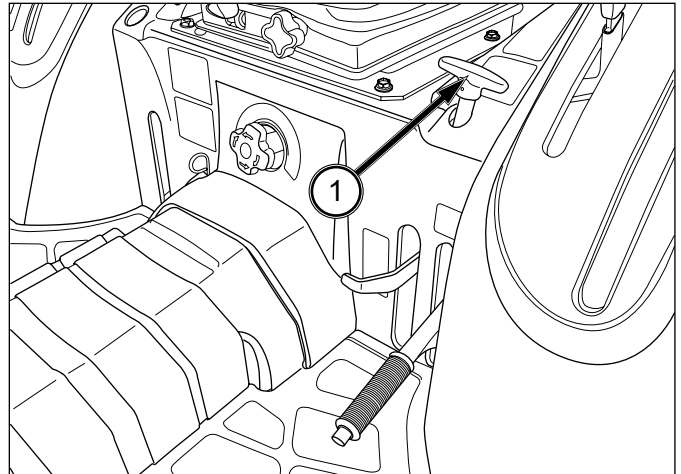

FIG. 4-21
FIG. 4-21: Le levier 4WD (1) engage ou débraye l'essieu avant. Avec le levier abaissé, l'essieu avant (4WD) est entraîné. Avec le levier vers le haut, l'essieu avant est débrayé et seules les roues arrière sont motrices.